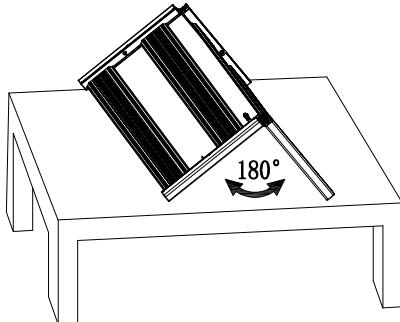

Fig. 3
c. Posez le luminaire sur une surface plane. Dépliez les panneaux du luminaire de manière à ce que les LED soient vers le bas, comme le montre la figure 3. Assurez-vous que la charnière est complètement sortie et que les panneaux lumineux sont complètement à plat.